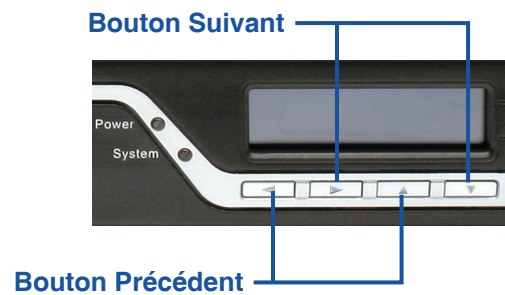

Figure 6. Définition des boutons (après démarrage)
1. Montez les supports de montage de chaque côté du châssis, comme indiqué sur la figure 6, puis fixez-les à l'aide des vis fournies.